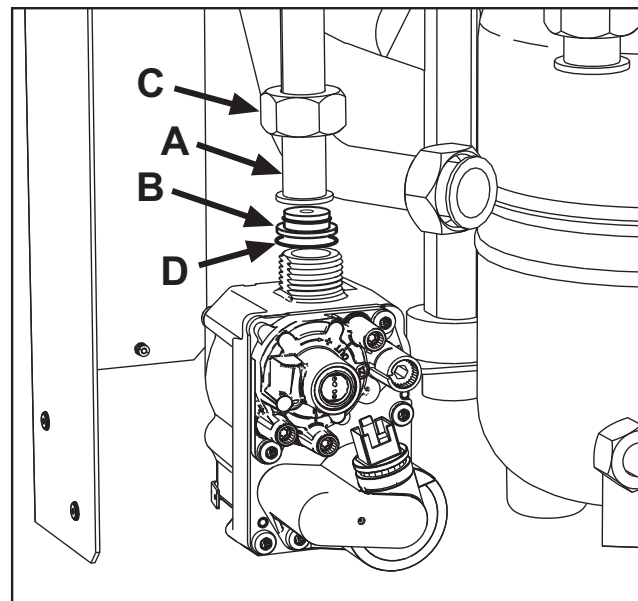

fig. 24
3. Dévisser le papillon **C** et dégager le tuyau du gaz **A** de la soupape gaz (voir fig. 24).
4. Remplacer la buse **B** présente dans le tuyau gaz par celle contenue dans le kit de transformation après avoir intercalé le joint **D** (voir fig. 24).